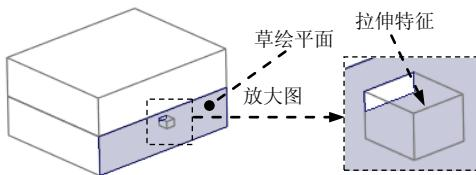
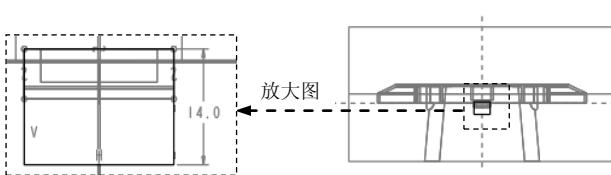

图 27.27 实体拉伸特征 1
图 27.28 截面草图
Step5. 创建图 27.27 所示的实体拉伸特征 1。单击 **模具** 操控板 **形状** 区域中的 按
钮, 此时系统弹出“拉伸”操控板; 在出现的操控板中, 确认“实体”类型按钮 被按下; 右击, 从系统弹出的菜单中选择 **定义内部草绘...** 命令; 选取图 27.27 所示的平面为草绘平面, 接受系统默认的箭头方向为草绘视图方向, 然后选取 **MAIN_PARTING_PLN** 基准平面为参考平面, 方向为 **上**。单击 **草绘** 按钮, 进入草绘环境; 进入截面草绘环境后, 选取 **MOLD_FRONT** 基准平面和 **MAIN_PARTING_PLN** 基准平面为草绘参考, 利用“投影”命令绘制图 27.28 所示的截面草图。完成特征截面的绘制后, 单击“草绘”操控板中的“确定”按钮 ; 在操控板中选取深度类型 , 再在深度文本框中输入深度值 20.0, 并按 Enter 键; 接受系统默认的拉伸方向; 在“拉伸”操控板中单击 按钮, 完成特征的创建。